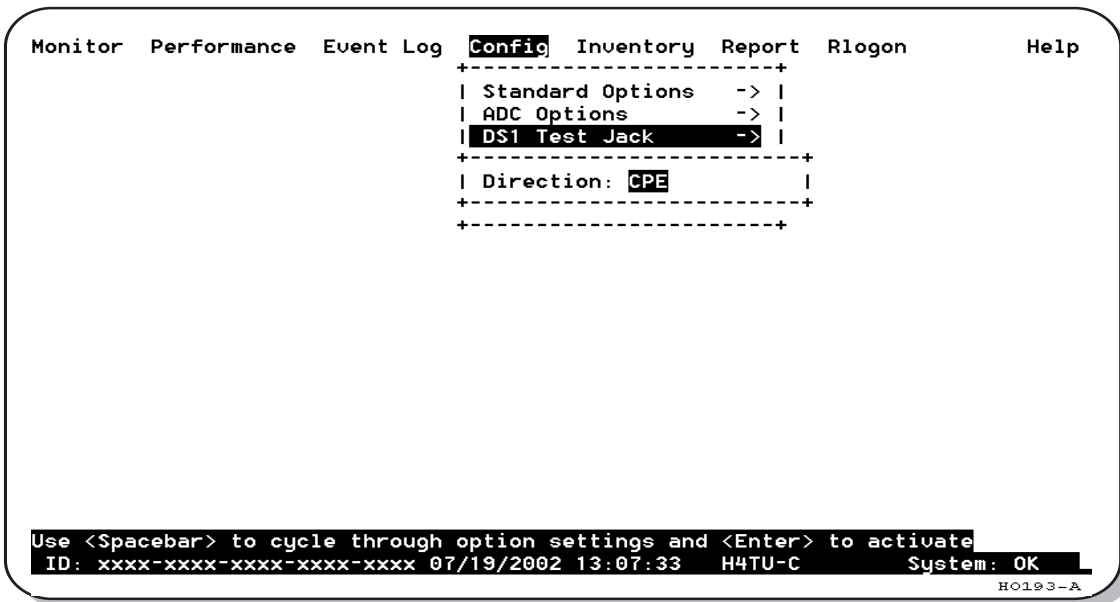

Figure 31. DSX-1 Test Jack Screen
- 2 Use the **↑** and **↓** arrow keys to select **DS1 Test Jack** (Figure 31), then press **ENTER**.